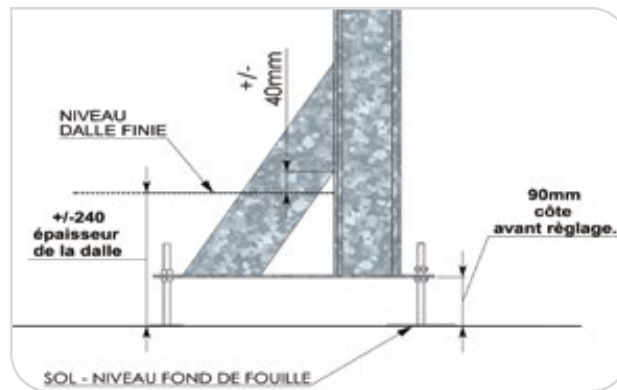
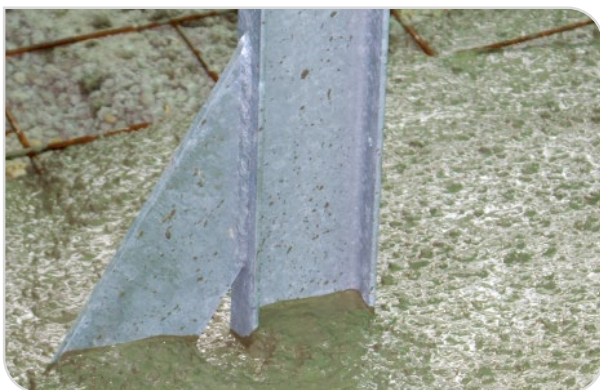

Figure 7 – Détail du vérin
Figure 11 – Coulage de la dalle (c)
Aux angles bas ces plats sont liés par un vérin de type ar (détail *Figure 7*)
- ! Reportez vous aux *Figure 7* et *Figure 11* pour déterminer la hauteur de la dalle par rapport aux poteaux.